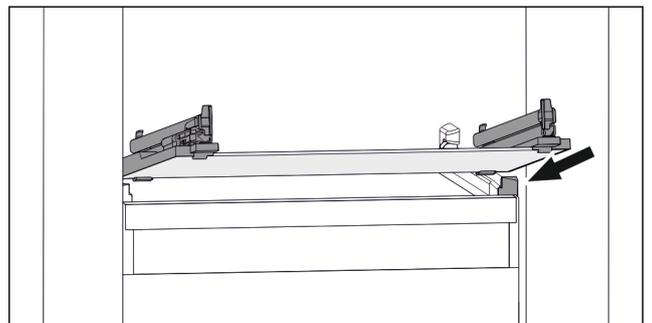

Fig. 167 Rappresentazione esemplificativa del ripiano in vetro
- ▶ Applicare il ripiano in vetro obliquamente dietro i fermi (vedere Fig. 167)